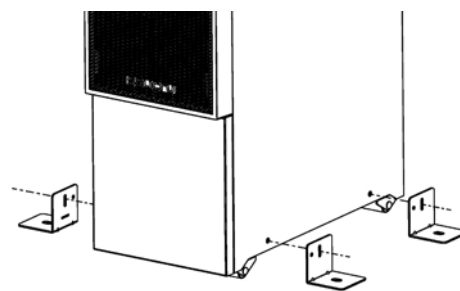

Fig. 17. Instal·lació dels suports estabilitzadors.
2. Instal·leu els suports estabilitzadors per millorar l'estabilitat de la unitat, tal com s'indica a la Fig. 17 20.